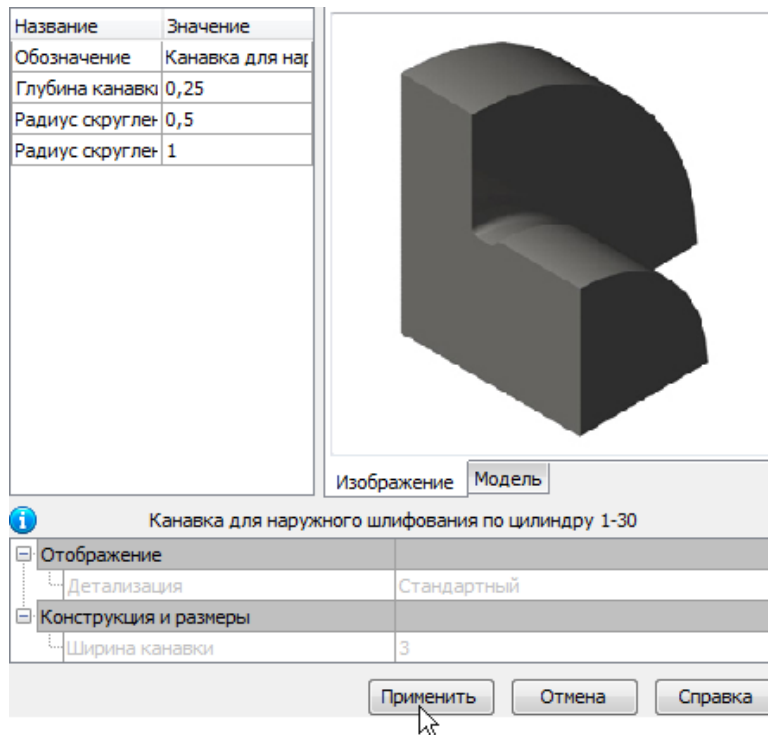

Рисунок 19.
- Система автоматически подберет параметры канавки — нажмите кнопку. Применить (рис. 19).